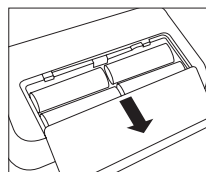

Fig. 1
- Abra o compartimento das pilhas na parte inferior do aparelho (ver Fig. 1). Introduza as pilhas (ver Capítulo 13 "Dados técnicos"), prestando atenção à polaridade correta (+ e -). Feche novamente o compartimento das pilhas. O aparelho passa automaticamente para a função de data/hora e, na primeira utilização, mostra o número "31" para o dia e o número "12" para o mês. A data pré-definida é portanto 31 de dezembro. Acerte a data e a hora, conforme indicado a seguir.